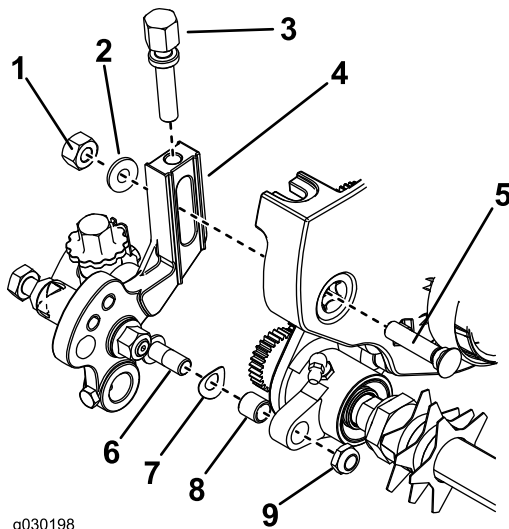

Figura 13
1. Montate la boccola nel foro del gruppo di trasmissione del groomer di destra (Figura 13).
2. Avvitare la vite di regolazione dell'altezza di taglio nella parte superiore del gruppo del braccio regolatore destro (Figura 13).
3. Installare la rondella elastica sull'estremità dell'asta del gruppo braccio dell'altezza di taglio (Figura 13).
4. Montare il gruppo braccio regolatore di destra sulla piastra laterale dell'apparato di taglio utilizzando un bullone della lama, un dado e una rondella speciale (Figura 13).
5. Fissare l'estremità dell'asta del gruppo braccio regolatore al gruppo di trasmissione del groomer con il dado di bloccaggio (Figura 13).
7. Montare la boccola nel foro del gruppo di trasmissione del groomer di sinistra (Figura 13).
8. Avvitare la vite di regolazione dell'altezza di taglio nella parte superiore del gruppo braccio regolatore di sinistra (Figura 13).
10. Installare la rondella elastica sull'estremità dell'asta del gruppo braccio dell'altezza di taglio di sinistra (Figura 13).
11. Montare il gruppo braccio regolatore di sinistra sulla piastra laterale dell'apparato di taglio utilizzando un bullone della lama, un dado e una nuova rondella (Figura 13).
12. Fissare l'estremità dell'asta del gruppo braccio regolatore al gruppo di trasmissione del groomer con un dado di bloccaggio (Figura 13).